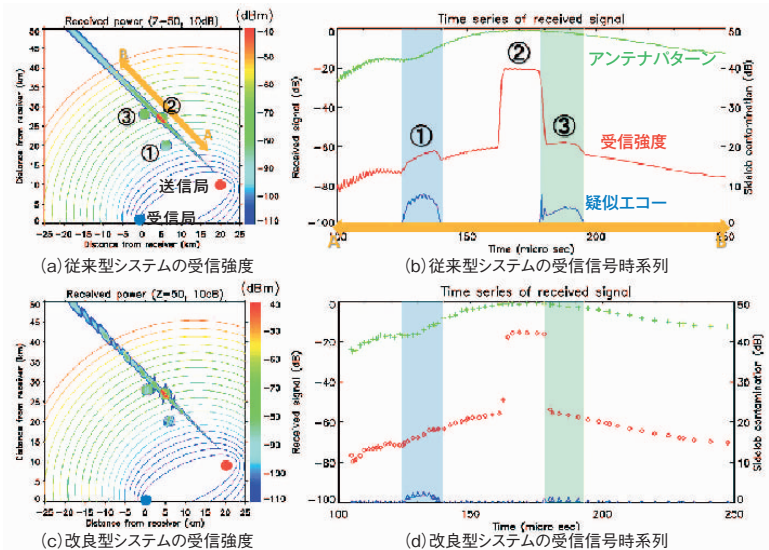

図4●受信信号時系列のシミュレーション結果
具体的なシミュレーション結果を図4に示します。弱い雨の中に強い雨の領域を3つ配置した状態での受信信号時系列を計算したものです。送信ビームは図中②の雨だけを通っているのですが、従来システムでは①や③の雨の信号もはっきりと受信されてしまいます(疑似エコー)。改良型システム(DBF処理後)では①や③の信号が効果的に低減されており、疑似エコーの問題が大きく改善されていることが分かります。